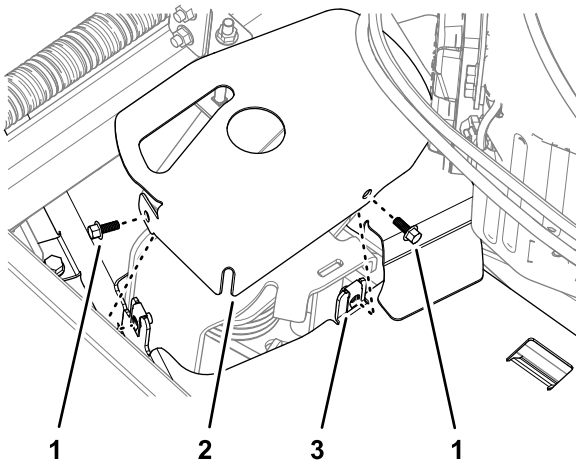

Bild 31
4. Montieren Sie die Spannerabdeckung an der linken Riemenabdeckung mit den beiden Bundkopfschrauben, die Sie in 3 Entfernen der linken Riemenabdeckung (Seite 4) entfernt haben, wie in Bild 31 dargestellt.